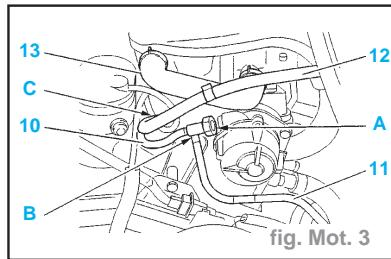

fig. Mot. 3
- Débrancher et écarter (fig. Mot. 3) :
- le tuyau (10) en (A)
- le tuyau (11) en (B)
- le tuyau (12) en (C)
- Déposer le tuyau (13).